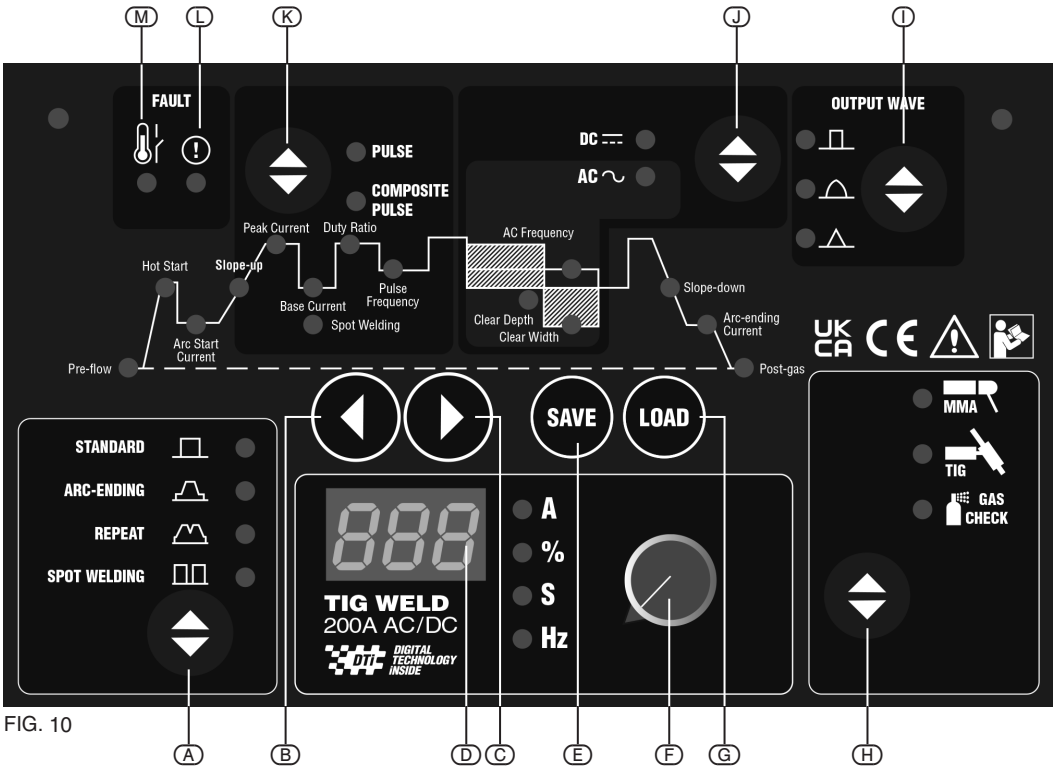

FIG. 10
7.6 CONTROL PANEL OVERVIEW – FIG.10